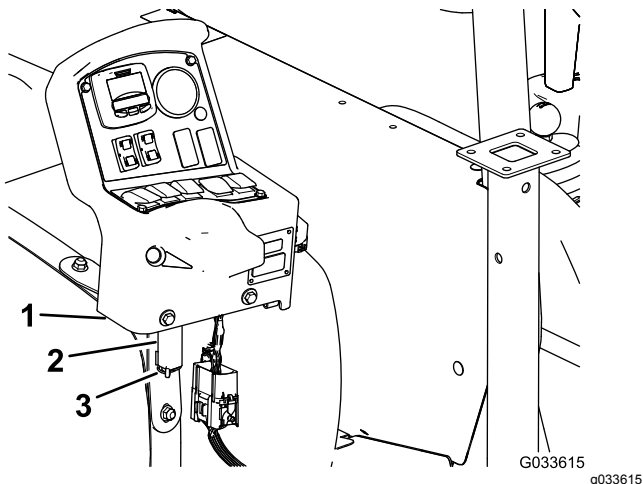

Figura 117
7. Retire la consola del soporte de montaje de la consola en el salpicadero de la máquina y alinee el pasador de giro de la consola de control con el soporte de almacenamiento del fleje delantero del depósito (Figura 117); consulte 9 Instalación de la consola de control en la máquina (página 23).
8. Monte la consola en el soporte y sujete el pasador de giro al soporte con la chaveta (Figura 117).